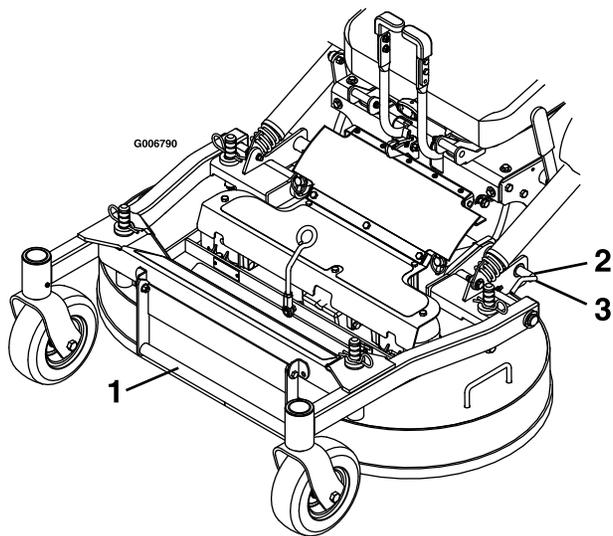

Figura 10
6. Liberte os pinos de bloqueio da plataforma do cortador em cada lado (Figura 10).
4. Empurre os pinos de bloqueio da plataforma para dentro e rode-os para a frente para bloquear seguramente a plataforma do cortador na posição descida (Figura 10).